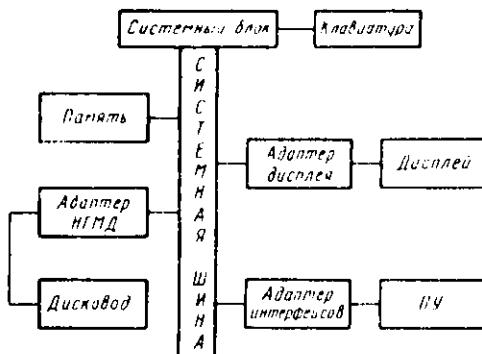

Рис. 1.3
**Структура ПК.** ПК – сложная вычислительная система, структурная схема которой приведена на рис. 1.3. Базовый комплект ПК состоит из системного блока, клавиатуры, дисплея, печатающего устройства
Пользователю ПК не обязательно разбираться до тонкости в работе его внутренних систем. Ему достаточно знать, что системный блок состоит из блока питания, микропроцессора, оперативного запоминающего устройства (ОЗУ) и дисководов (см. рис. 1.3).